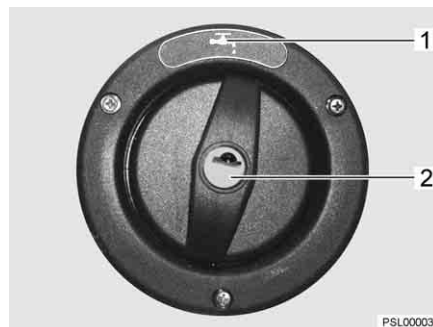

Fig. 51 Couvercle de fermeture pour bec de remplissage d'eau potable
- ▷ Le bec de remplissage d'eau potable est désigné par le symbole "☕" (Fig. 51,1).
- Insérer la clé dans le barillet (Fig. 51,2) et la tourner dans le sens inverse des aiguilles d'une montre.